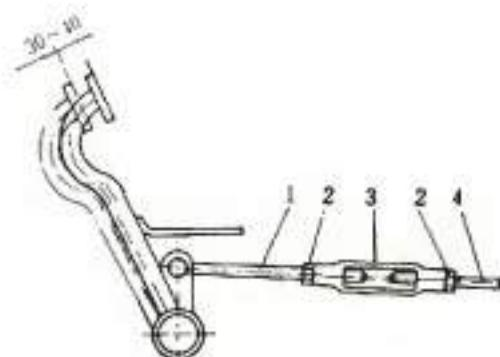

Рис. 4-8 Свободный ход тормозной педали
1. Зазор между тормозной колодкой и барабаном должен быть в пределах 0,5~0,7мм, и соответствующая которому величина свободного хода тормозной педали должна находиться в пределах 30~40мм (рис. 4-8).